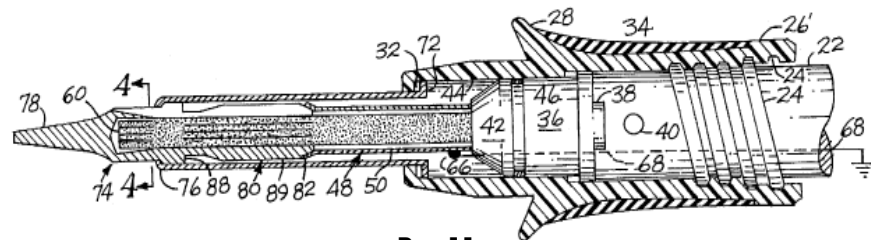

Рис.11
**Улучшения в электрическом паяльнике** описаны в патенте США 5683603 (1997 г.). Улучшения (рис.11) в основном сводятся к тому, что на рукоятку паяльника 22 навинчивают насадку 26 из теплоизоляционного материала, на которую наклеен кольцевой слой поролона 34, чтобы удобно было пальцам (за это место и держат паяльник). Другое улучшение - съемное жало 78, которое не просто вставлено внутрь трубки 32, но надето на нагревательный элемент 60. В одном из вариантов исполнения внутрь трубки 32 вводят инертный газ.